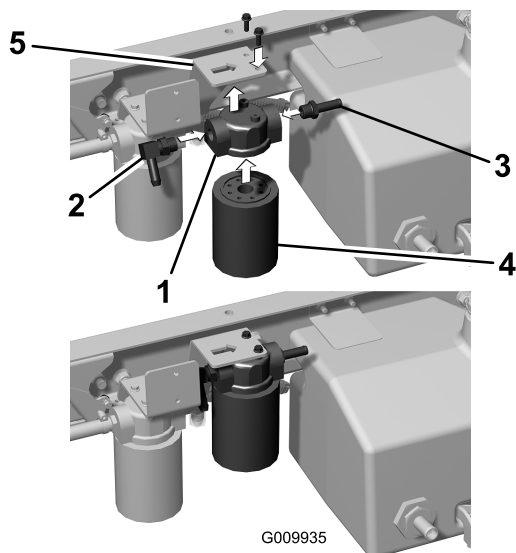

Рисунок 11
1. Установите прямоугольный штуцер типа «елочка» во впускное отверстие головки фильтра (Рисунок 11).
3. Закрепите головку фильтра на кронштейне рамы с помощью двух винтов с фланцевыми головками ($\frac{1}{4} \times \frac{3}{4}$ дюйма), как показано на Рисунок 11.
2. Установите прямой штуцер типа «елочка» в выпускное отверстие головки фильтра (Рисунок 11).